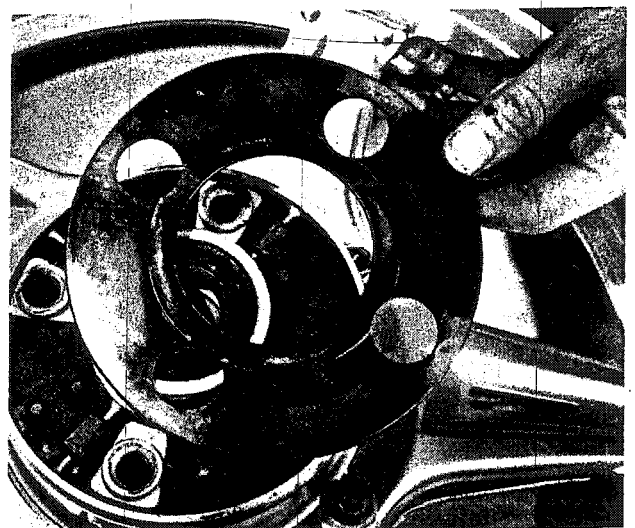

Bild 268
- Die Mitnehmerbolzen des Zahnkranzes greifen in Leichtmetallblöcke, die in ein Gummiormstück eingesetzt sind (Bilder 269, 270, 271). Nach dem Ausbau des Zahnkranzes mit den Mitnehmerbolzen kann der Deckel über dem Antriebsstossdämpfer abgehoben werden (Bild 268). Darunter werden die Leichtmetallblöcke und Gummiormstücke zugänglich. Die Leichtmetall- und Gummitteile herausnehmen und prüfen. Abgenützte oder verformte Teile müssen satzweise ersetzt werden.